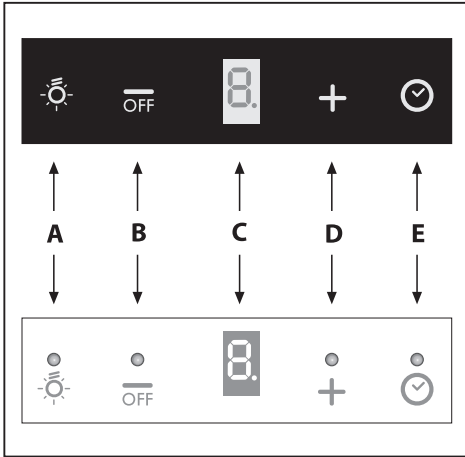

Fig.22 / 22. attēls
• **Betjening-senhed (Fig.22):**